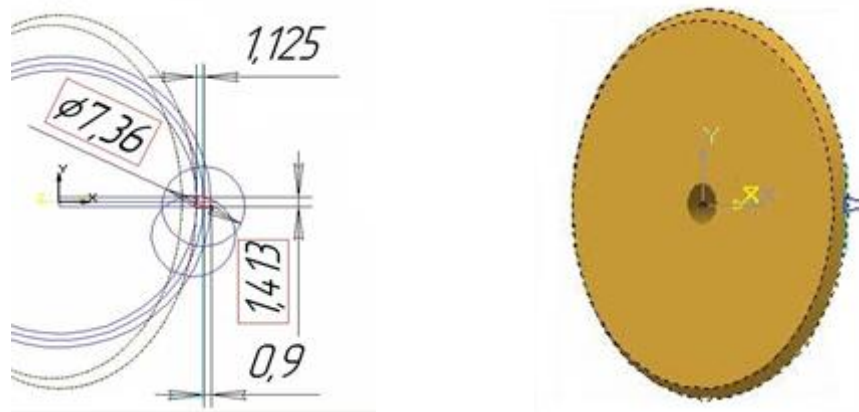

Рисунок 7.6 – Ескіз зуба
1. Виберіть дотичну площину в дереві побудови і виконаєте на ній ескіз зуба, побудований спрощеним способом (рис. 7.6):